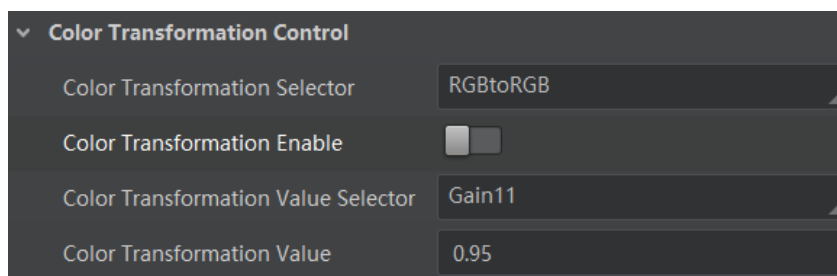

图7-38 设置方法一
- 不开启 Color Transformation Enable 参数时，可根据实际需求在 Color Transformation Value Selector 中选择参数，修改对应的 Color Transformation Value 参数值，如图 7-38 所示，参数范围为-4 ~ 4。